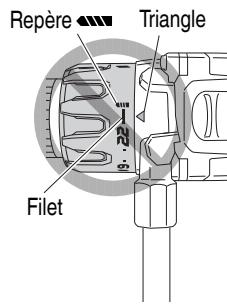

Fig. 17
- (1) En mode visseuse, alignez l'un des chiffres du sélecteur "1, 4, 7 ... 22" ou le point avec le repère triangulaire sur le corps.
- (2) En mode perceuse, alignez le symbole du foret "▲" sur le sélecteur de débrayage avec le repère triangulaire sur le corps.
- N'utilisez pas l'outil avec le sélecteur de débrayage positionné entre le chiffre "22" et la ligne au centre du symbole du foret "▲", vous risqueriez de l'endommager (Voir Fig. 17).